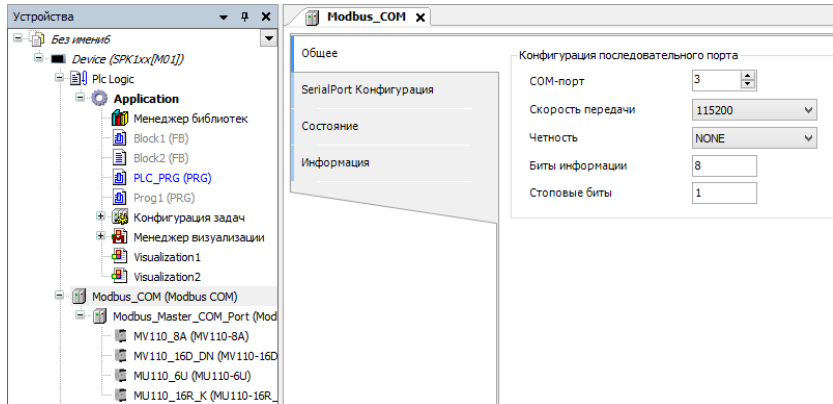

Рис. 16. Настройки объекта Modbus COM
1. Для объекта **Modbus_COM** задать скорость **115200**, четность **НЕТ**, номер порта **COM3**, как показано на рис. 16.